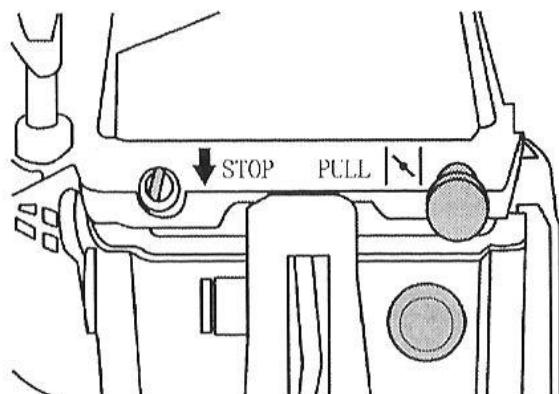

Рис. 16
1. Следите за тем, чтобы передняя защита руки (5) находилась в заднем положении (смотрите также раздел „10.1 Защита рук/цепной тормоз“).
2. Переведите Включатель/Выключатель (19) в положение «I» (вкл) (Рис. 16).